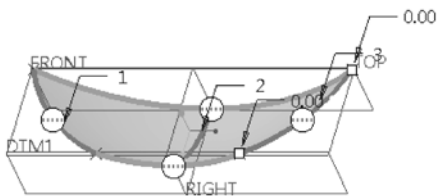

图 7-44 指定第二方向曲线
④ 在“边界混合”选项卡中单击“第二方向链收集器”将其激活，在图形窗口中选择曲线 3，按住〈Ctrl〉键的同时依次选择曲线 4 和曲线 5，如图 7-44 所示。